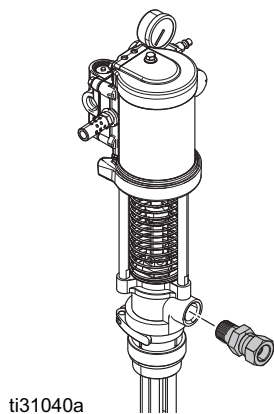

Рис. 6
2. Нанесите герметик для резьбы на фитинг с наружной резьбой (в комплект не входит) и вставьте его в выпускное отверстие. См. Рис. 6.